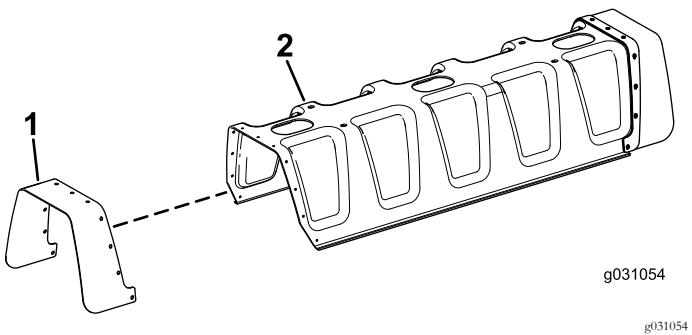

Figura 2
1. Alinhe os orifícios na cobertura de borracha com os orifícios na cobertura da rampa central (Figura 2).